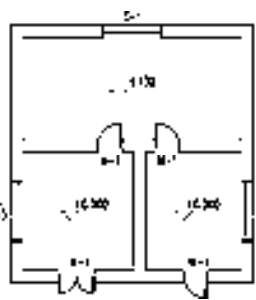

图 10-24 标高检查
- 4) 以被修改的标高标注为参考标高, 即 4.130; 对标注为-0.100 的标高标注进行检查, 结果如图 10-24 所示。